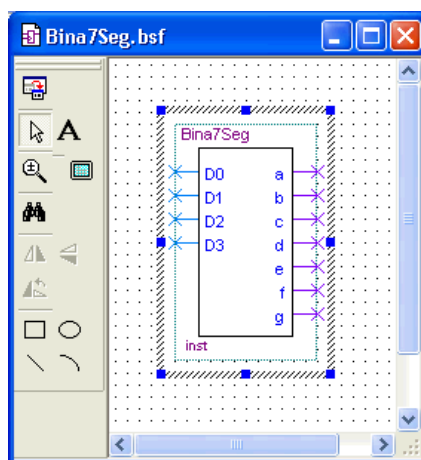

Figura 18. Símbolo del esquema.
**El símbolo final ha de quedar como el mostrado en la Figura 18.**